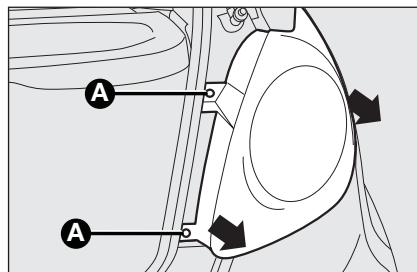

fig. 19
- ☐ Løsn de to skruer **A-fig. 19**, og træk lygteenheden aksialt ud uden at dreje den.